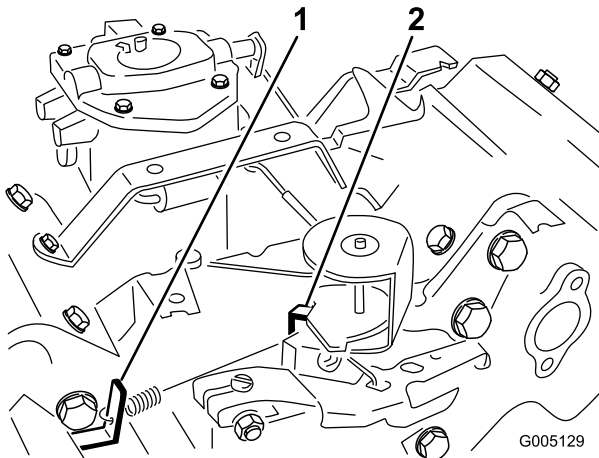

Figura 50
3. Piegate la linguetta di ancoraggio della molla regolata al minimo (Figura 50) per ottenere un minimo di 1625 ± 50 giri/min. Controllate la velocità con un tachimetro.
5. Mettete il comando dell'acceleratore in posizione Fast. Piegate la linguetta di ancoraggio della molla del massimo (Figura 50) per ottenere una velocità massima di 2850 ± 50 giri/min.